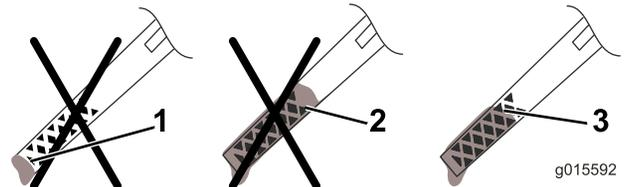

Figure 6
**Remarque:** Versez de l'huile dans le carter moteur jusqu'à ce que la jauge indique le niveau correct, comme illustré à la Figure 6. Si vous remplissez excessivement le carter moteur, vidangez l'excédent d'huile comme expliqué en Vidange et remplacement de l'huile moteur (page 12).